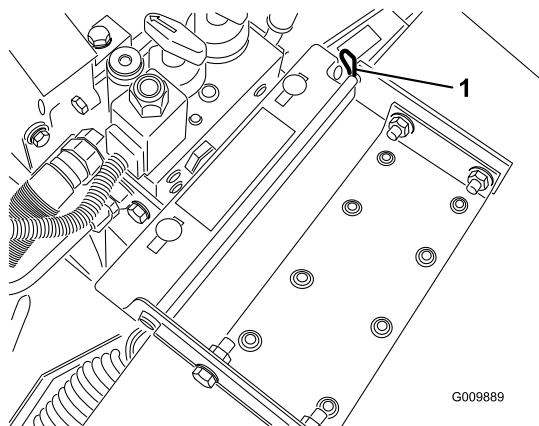

Figura 36
- Retire el pasador que fija el pivote del capó a los soportes (Figura 36).